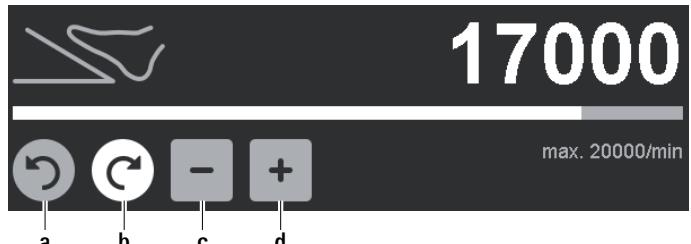

Fig. 6 Ändra den övre varvtalsgränsen/rotationsriktningen
- Ändra rotationsriktning: Aktivera den inaktiva, grå rotationsriktningsknappen för högerrotation/vänsterrotation **a/b**, se Fig. 6.